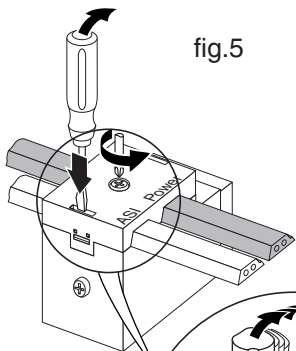

fig.7
- A l'aide d'un tournevis plat, déclipser les pattes de chaque côté du connecteur comme décrit fig.7